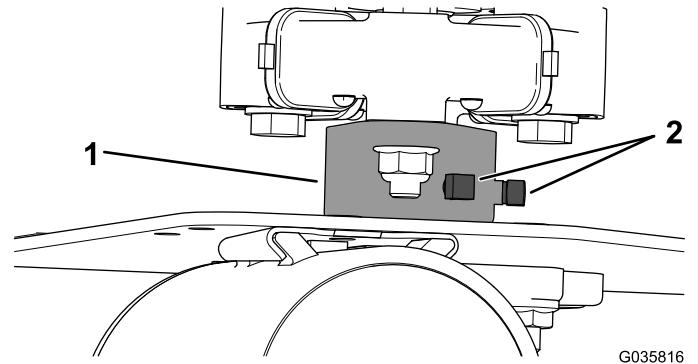

Figura 1
1. Afloje los 2 tornillos de fijación del buje de la bomba hidráulica (Figura 1).